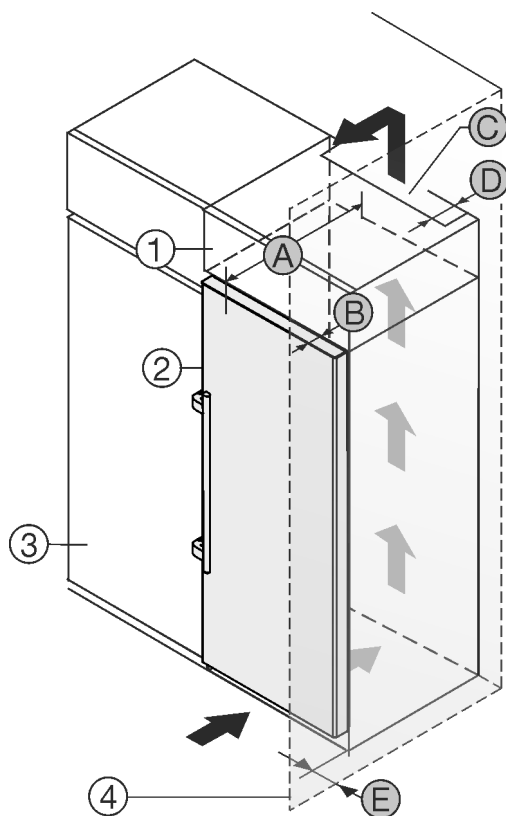

Fig. 2
A készülék közvetlenül a konyhaszekrény *Fig. 2 (3)* mellé állítható.*
A rátétszekrény hátoldalán egy megadott mélységű *Fig. 2 (D)* szellőzőaknát kell kialakítani a rátétszekrény teljes szélességében.*
A mennyezett alatt be kell tartani a szellőző keresztmet-szetet *Fig. 2 (C)*.*
Ha a készüléket a zsanérjaival a fal *Fig. 2 (4)* mellé állítja fel, legalább 57 mm távolságot kell tartani a faltól. Ez a fogantyú túlnyúlásának felel meg, amikor kinyitja az ajtót.*
Ahhoz, hogy az ajtót teljesen ki tudja nyitni, a készüléknek a konyhaszekrény elülső oldalához képest legalább az ajtó mélységének *Fig. 2 (B)* megfelelően ki kell állnia. A konyha-szekrények *Fig. 2 (3)* mélységétől és a fali távtartók használatától függően a készülék nagyobb mértékben is túllóghat előre felé.*